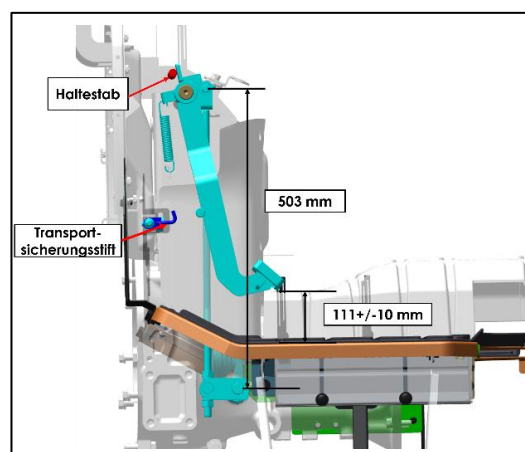

Abb. 170 – EINSTELLEN DER KUPPLUNG
2. Achten Sie darauf, dass die Höhe des Kupplungspedals von der Halterung der Trittstufe bis zur Unterkante des Kupplungspedals 111 +/- 10 mm beträgt, wie in Abb. 170 dargestellt.